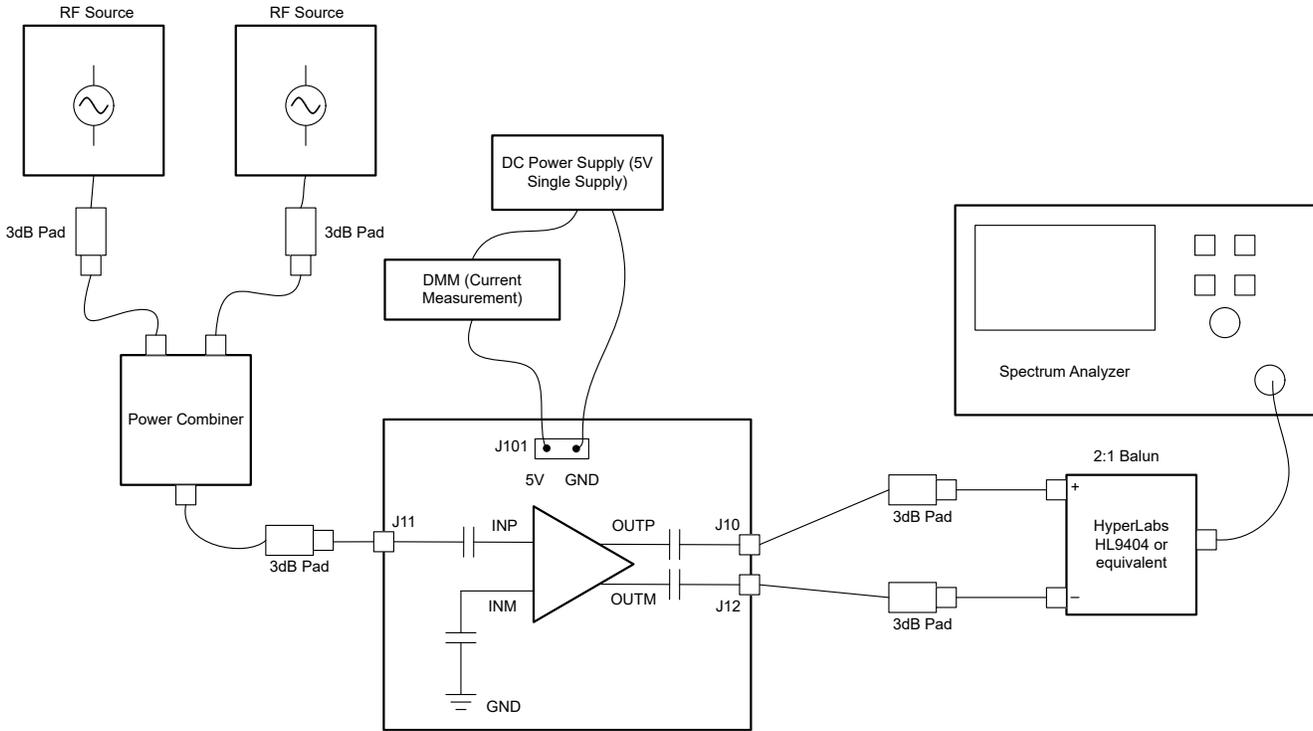

图 2-5. OIP3 测试设置
1. 图 2-5 展示了使用同相功率分离器和组合器合并两个信号发生器输出。建议对信号发生器输出使用 3dB 至 6dB 衰减器，以防发生器相互通信，并导致信号发生器 IMD3 杂散。